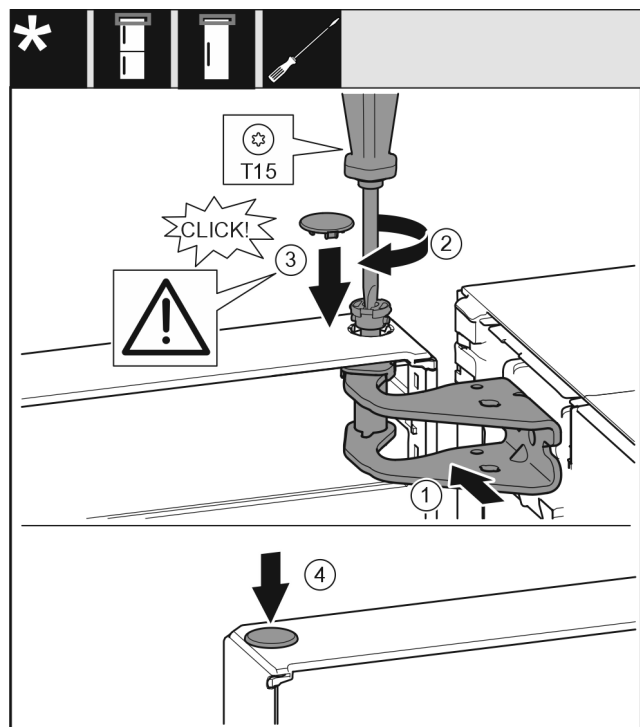

Fig. 22
- ▶ Niveloni derën lart në bazamentin mbështetës për hapjen e saj. Fig. 22 (1)
- ▶ Futni bulonat dhe mbërthejini me një kaçavidë T15. Fig. 22 (2)
- ▶ Montoni kapakun mbulues të siguresës për sigurimin e derës: Futni kapakun mbulues të siguresës dhe kontrolloni nëse ai puthitet mbi derë. Nëse jo, futeni bulonin plotësisht. *Fig. 22 (3)*
- ▶ Vendosni tapat në vend. *Fig. 22 (4)*